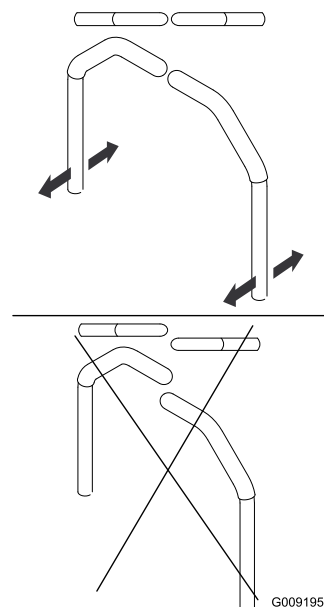

Figure 99
4. Réglez l'alignement avant/arrière des leviers en les plaçant simultanément à la position POINT MORT, puis faites-les coulisser jusqu'à ce qu'ils soient alignés et resserrez les boulons (Figure 99).